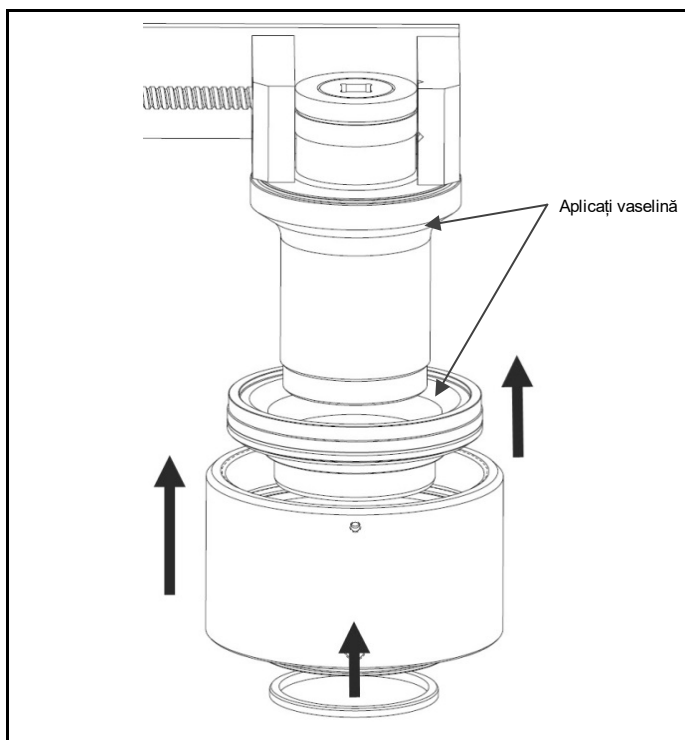

Fig. 4.5 Fixați ansamblul, corpul și inelul pe bara extractoare
- Atunci când glisați corpul și ansamblul inserțiilor pe bara extractoare, aveți grijă să nu deteriorați suprafețele interne. (Fig. 4.5)